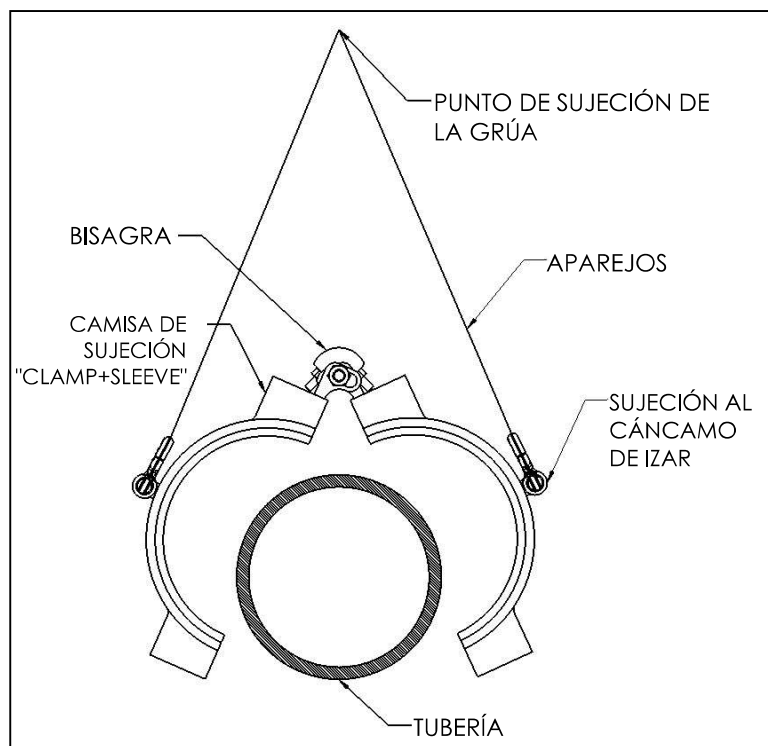

Figura 11
3. Sujete los aparejos del tamaño apropiado, como cadenas, cables o correas, a un punto único de sujeción de la grúa. El aparejo debe ser lo suficientemente largo como para que no interfiera con la apertura y cierre del accesorio como se muestra en la Figura 11.
4. Levante el accesorio por el punto único de sujeción de la grúa. La camisa de sujeción se abrirá como se muestra en la Figura 11.
5. Coloque el accesorio por encima de la tubería y bájelo lentamente sobre la tubería, como se muestra en la Figura 11. El interior del accesorio debe entrar en contacto con la tubería, y el accesorio comenzará a cerrarse a medida que se baja. Algunos accesorios pueden requerir una fuerza lateral adicional para cerrar el accesorio alrededor del tubo. Siempre mantenga todas las partes del cuerpo alejadas del interior del accesorio en todo momento mientras se baja el accesorio sobre el tubo. Esto es para garantizar la seguridad en caso de que el accesorio se cierre de golpe.